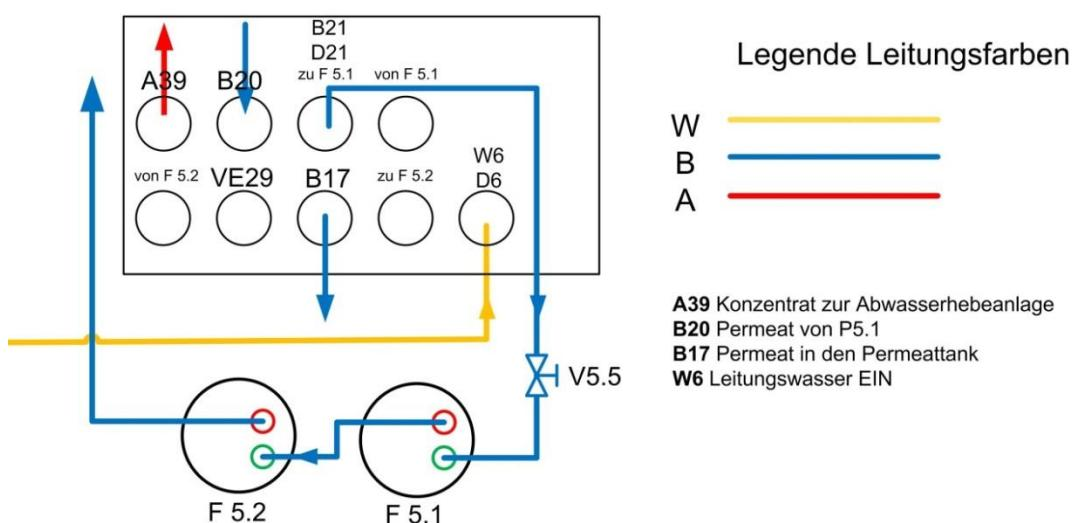

Abb. 7: Anschlusschema Ionenaustauscher gegen Durchflussrichtung entlüften
- Schließen Sie die Ionenaustauscher gemäß Abb. 7: an.